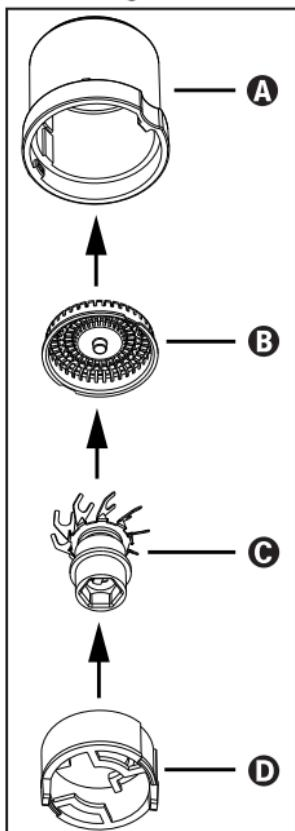

Abb. 1
- 1) Nehmen Sie den Rasierkopf **②** ab, wie im Kapitel „Rasierkopf abnehmen und reinigen“ beschrieben.
- 5) Zum Zusammenbau, führen Sie die Scherkopfabdeckung **B** so in das Rasierkopfgehäuse **A** ein, dass die Einkerbungen am Rand der Scherkopfabdeckung **B** in die Arretierungen im Innern des Rasierkopfgehäuses **A** gleiten (siehe Abb. 1).
- 7) Schieben Sie das Zwischenstück **D** in das Rasierkopfgehäuse **A**. Die hervorstenenden Abstandshalter des Zwischenstücks **D** müssen dabei zu Ihnen weisen (siehe Abb. 1). Achten Sie dabei darauf, dass die Einkerbungen am Rand des Zwischenstücks **D** in die Arretierungen im Innern des Rasierkopfgehäuses **A** gleiten.